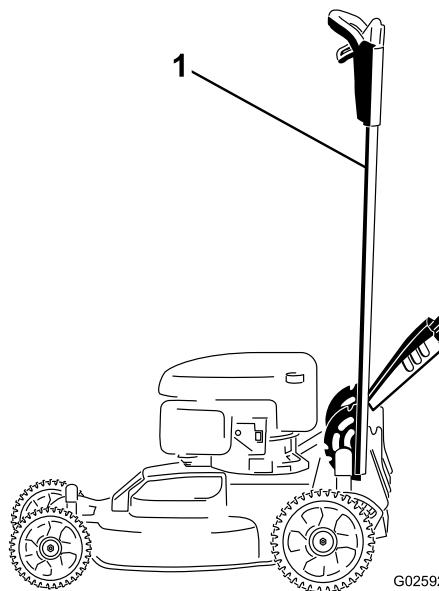

Figura 37
1. Bloqueie a pega na posição vertical (Figura 37); consulte Ajuste da altura da pega (página 12).